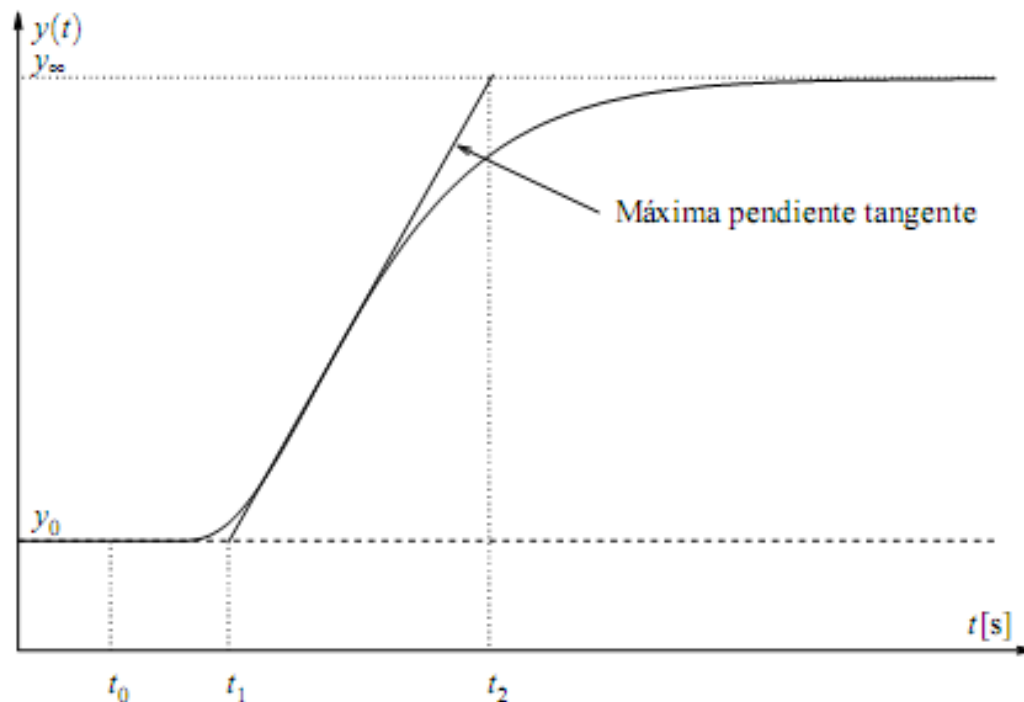

Figura 2: Respuesta al escalón (**curva de reacción**) en lazo abierto de la planta
3. Registrar la respuesta de la salida hasta que se estabilice en el nuevo punto de operación. La Figura 2 muestra una curva típica.
4. Calcular los parámetros del modelo (3) de las fórmulas